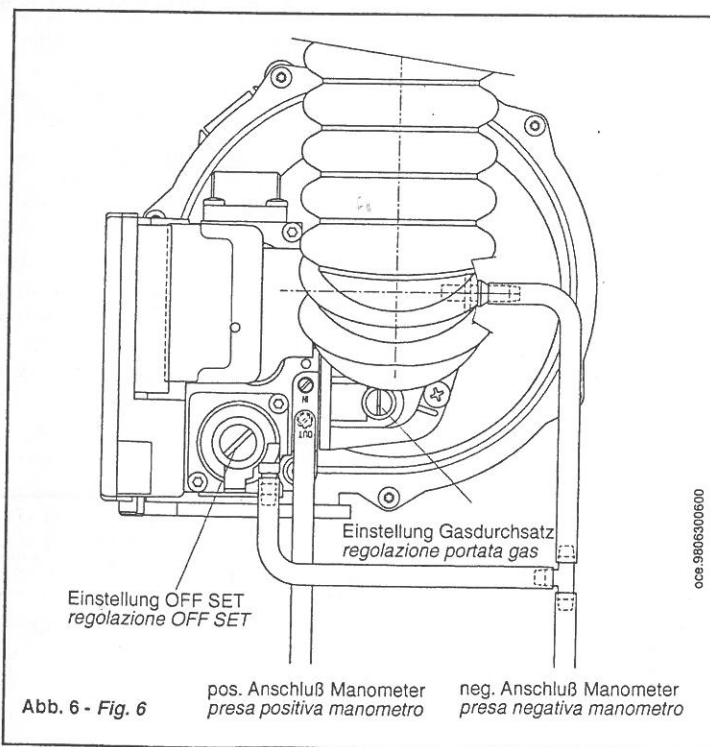

Abb. 6 - Fig. 6
Vor diesem Vorgang den positiven Anschluß eines Differenz-Mikromanometers an den dahinter befindlichen Druckanschluß des Gasventils anschließen. Den negativen Anschluß des Manometers an den Ausgleichanschluß des Gasventils über ein geeignetes T-Stück anschließen, welches das Manometer, den Ausgleichanschluß des Ventils und den Ausgleichanschluß des Kessels miteinander verbindet (vgl. Abb. 6).
- Den Kessel über den Wahlschalter (11) einschalten und sicherstellen, daß eine Wärmeanforderung;
- Die Kaminfeger-Taste (7) 10 Sekunden lang drücken, bis auf dem Display der blinkende Code [25] angezeigt wird;
- Die minimale Heizleistung des Gerätes über Bedienknopf (9) einstellen;
- Überprüfen, ob OFF SET, der auf dem Mikromanometer abgelesene Druckwert, gleich Null ist; anderenfalls die Einstellschraube auf dem Gasventil betätigen (vgl. Abbildung 6);
- Die maximale Heizleistung des Gerätes über Bedienknopf (9) einstellen;
- Sicherstellen, dass der am Rauchabzug des Geräts gemessene CO₂-Wert dem in Tabelle 3 angegebenen Wert in Bezug auf den max. Wärmebelastungsbereich und den verwendeten Gastyp entspricht, anderenfalls die Einstellschraube des Gasdurchsatzes auf dem mit dem Gasventil kombinierten Venturirohr betätigen (vgl. Abbildung 6);
- Nachweisen, dass der CO-Wert bei Betrieb mit Flüssiggas nicht über 100 ppm liegt. Andernfalls den Gasmengenregler (Abbildung 6) festdrehen, bis korrekte CO- und CO₂-Werte vorliegen.
- Die Funktion „EINSTELLUNG“ durch Ausschalten und Wiedereinschalten des Kessels über den Wahlschalter (11) verlassen. Dieser Vorgang wird in jedem Fall nach Ablauf von 20 Minuten automatisch unterbrochen. Falls das Gerät für den Betrieb mit einem anderen als dem werkseitig vorgesehenen Gastyp eingestellt wird, muss das Typenschild der Therme entsprechend geändert, und der verwendete Gastyp angekreuzt werden. Die Angabe der vorherigen Einstellung muss gelöscht werden.